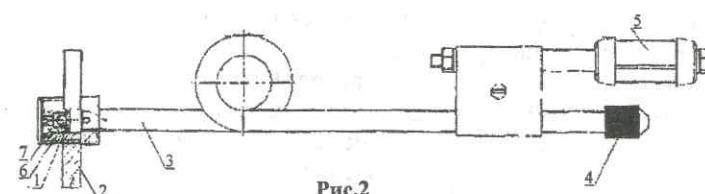

Рис.2
3.2. Топливопровод (Рис. 2) состоит из: фланца (2), трубки-топливопровода (3), гайки-заглушки (6), фитиля с сеткой (5), насадки (4), втулки (1) с фильтром-сеткой (7).
- отвинтить гайку-заглушку (Рис. 2, поз. 6);
4.10. Наклонить аппарат к поверхности земли, удерживая его за ручку, пока горючая смесь не попадет на фитиль (Рис. 2, поз 5).